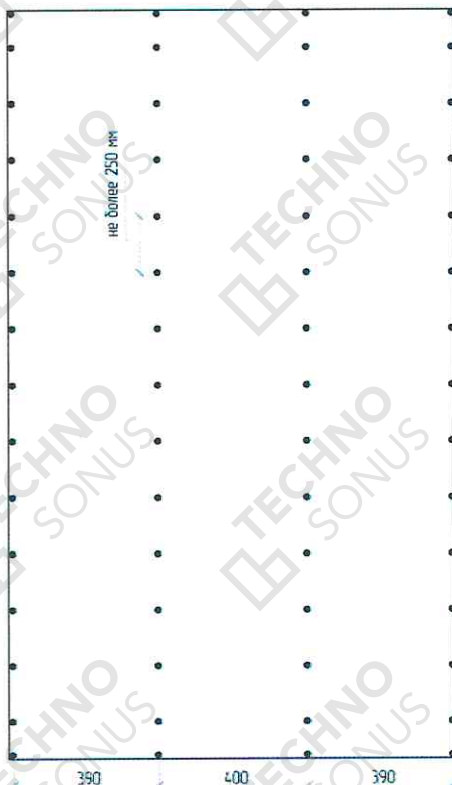

Рисунок 20 - Схема расположения саморезов на финишном слое АкустикГипс ГКЛЗ
6.15. Установить и закрепить финишный слой листов АкустикГипс ГКЛЗ. Шаг саморезов не более 25 см по вертикали (рисунок 20). Первый лист не должен начинаться с утоненной кромки и не должен заканчиваться ей же. Швы между листами не заполняются виброакустическим герметиком Сонетик. Для фиксации финишного (второго) слоя АкустикГипс ГКЛЗ применяются саморезы ТС-XTN F 3,9x50. Шляпка самореза не должна быть утоплена в слой гипса более чем на 1 мм. Саморезы должны отстоять от края торцевой кромки листов на расстоянии не менее 15 мм и продольной (горизонтальной, утоненной) кромки – не менее 10 мм.